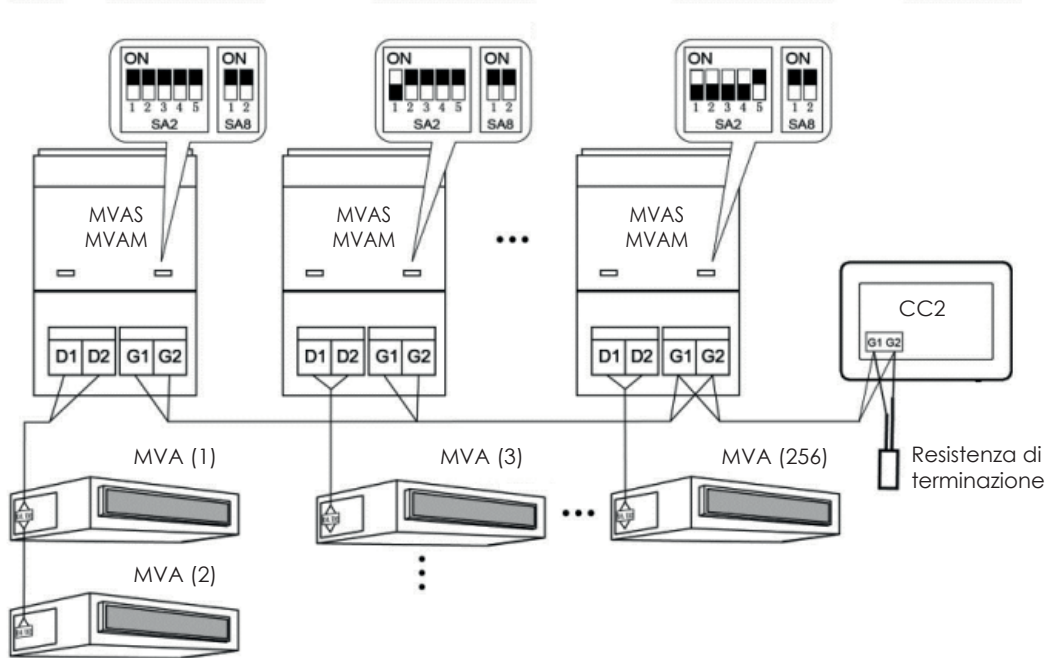

Fig.3.5 Controller centralizzato collegato alla rete esterna
3. Se il controller centralizzato deve essere collegato alla rete delle unità esterne, effettuare i collegamenti in base alla fig. 3.5. Il controller centralizzato può essere collegato solo con il sistema terminale della rete esterna. Aggiungere una resistenza corrispondente con i cavi di comunicazione sulle porte G1 e G2.